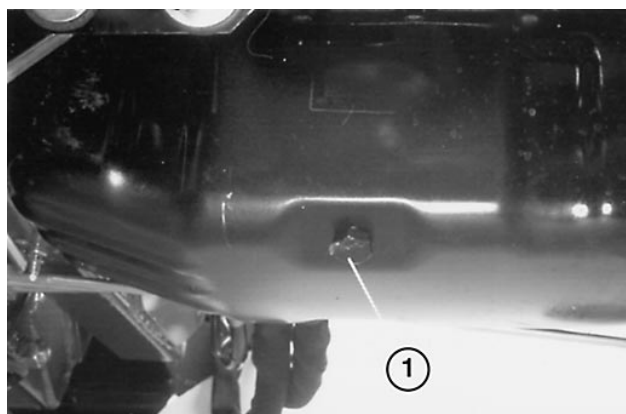

Figure 35
2. Placer un bac de vidange sous le bouchon de vidange (Fig. 35). Nettoyer la surface autour du bouchon de vidange.